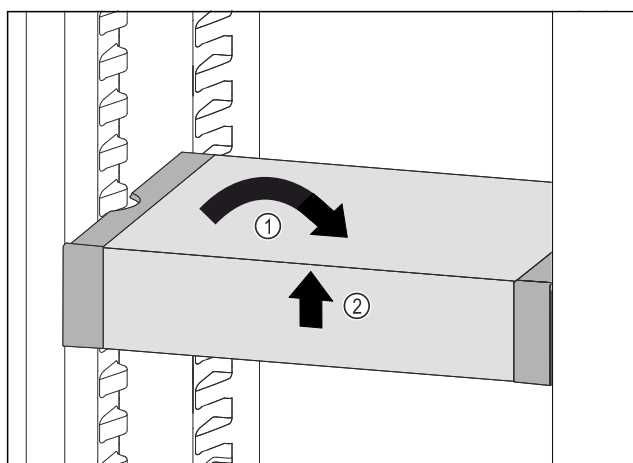

Fig. 79
- ▶ VarioSafe ustawić prosto. Fig. 79 (1)
- ▶ VarioSafe unieść z przodu. Fig. 79 (2)